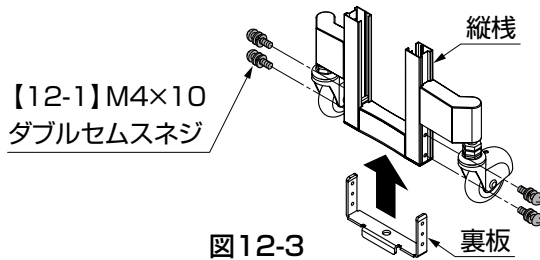

図12-3
- ①裏板を縦棧に【12-1】で組付けてください。(図12-3参照)